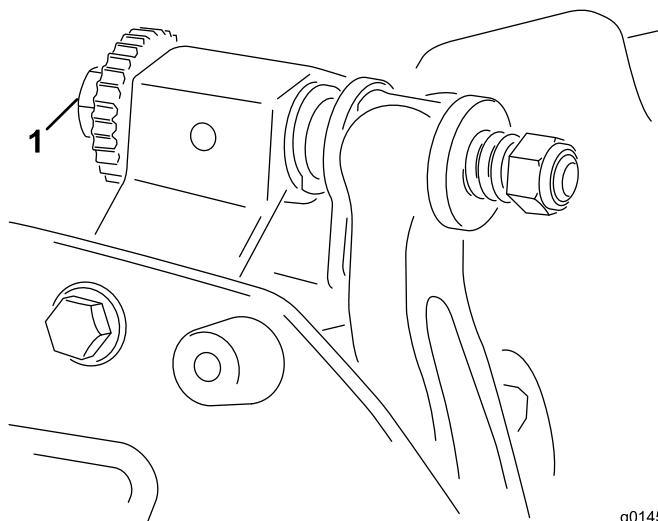

図 4
1. カッティングユニットを平らな水平の作業台の上に置く。ベッドバー調整ねじ (図 4) を左に回して、リールと下刃の接触を完全になくす。